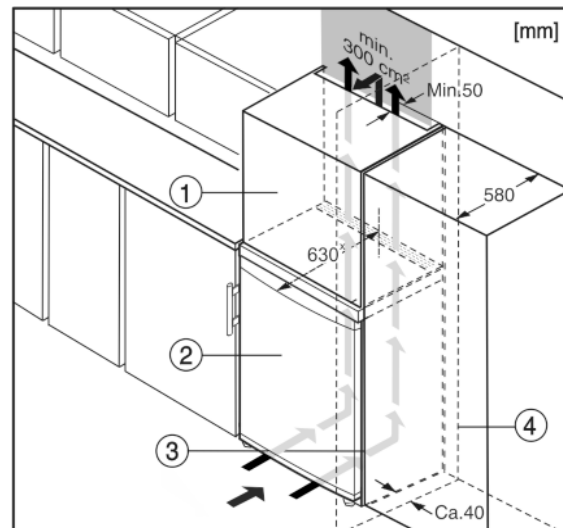

Fig. 10
L'appareil peut être intégré dans des meubles de cuisine. Pour adapter l'appareil Fig. 10 (2) à la hauteur du coin cuisine, une rehausse Fig. 10 (1) peut être posée sur l'appareil.
Lors de la transformation avec des placards de cuisine (profondeur max. 580 mm), l'appareil peut être placé directement à côté du placard Fig. 10 (3). L'appareil se trouve latéralement à 34 mm \* et au milieu de l'appareil à 50 mm \* par rapport à la façade du placard.\*
Si l'appareil avec les charnières est installé près d'une paroi *Fig. 10 (4)*, la distance entre l'appareil et la paroi doit être de min. 40 mm. Ceci correspond à la saillie de la poignée avec la porte ouverte.\*